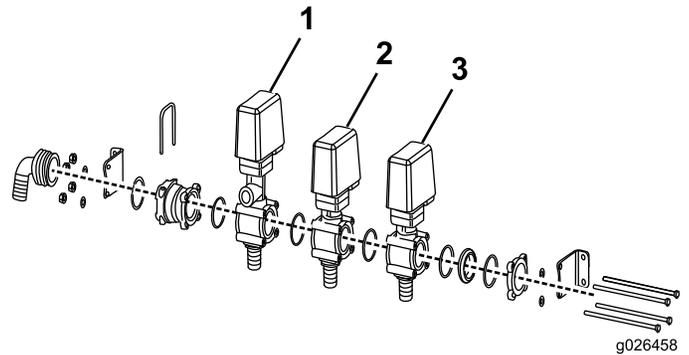

**Figura 3**
6. Retire con cuidado los pernos pasantes y desmonte el conjunto de las válvulas (Figura 3).